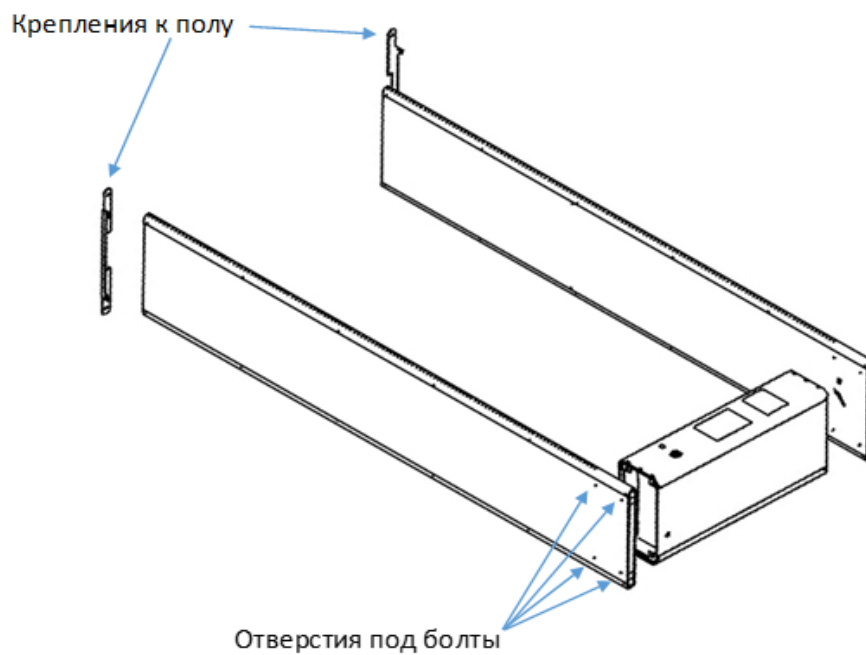

Рисунок 10
- установить боковые панели в соответствии с маркировкой таким образом, чтобы крепёжные отверстия на центральном блоке и панелях совпали (рисунок 10);
- установить крепёжные болты в отверстия на боковых панелях (рисунок 10);